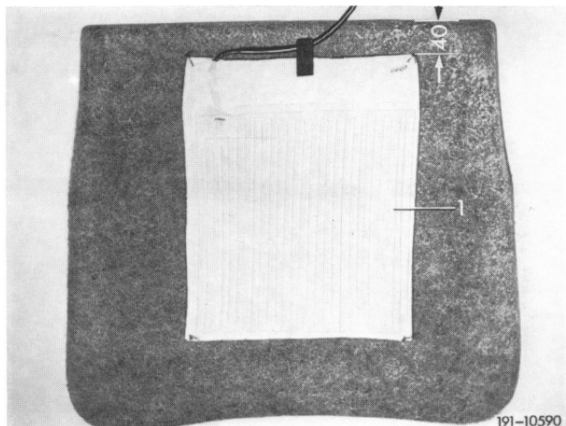

Bild 1
- 3 Heizkissen (1) an den Ecken nach Bild 1 und 2 an die Gummihaarauflage der Sitzkissen und der Lehnen anheften.